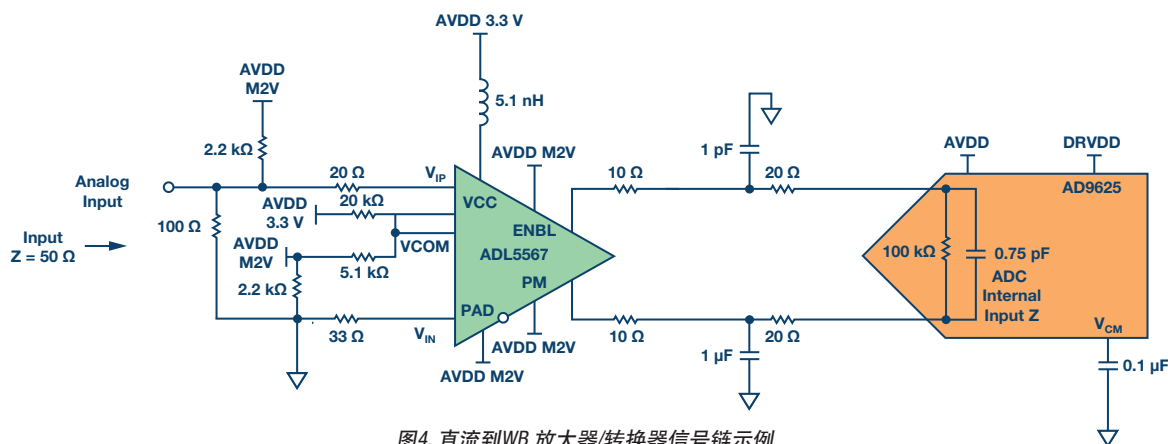

图4. 直流到WB 放大器/转换器信号链示例
了解共模和直流耦合之后，我们可以开始组建信号解决方案。例如，ADL5567是双通道差分放大器，增益为20 dB。它具有4.8 GHz带宽，适合连接GSPS ADC，例如AD9625，这是12位、2.5 GSPS转换器，具有JESD204B 8通道接口。图4所示为整体设置框图。
- ▶ 放大器输出的串联与并联总电阻应与放大器的表征负载(R_L)接近。这里，图4电路中为160 Ω ，或 $2 R_A + 2 R_{KB} + R_{ADC} = 20 + 40 + 100$ 。ADL5567具有200 Ω 的 R_L ，所以如果设计值偏离放大器的 R_L 特性值太多，线性度性能可能出现偏差。